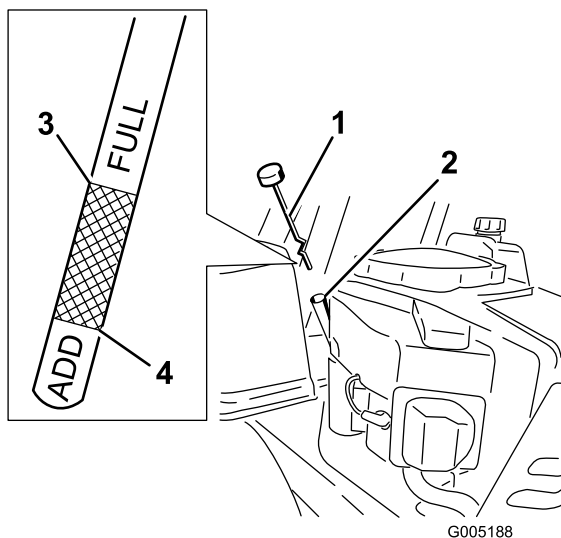

Figura 30
4. Tirate e rimuovete il tappo dell'olio/l'asta di livello; rimuovete l'olio. Reinserite l'asta di livello e premete con forza in sede (Figura 30).
- Estraete l'asta e controllate il livello dell'olio. (Figura 30).
- Togliete il tappo/asta del rabbocco dell'olio (Figura 30).
14. Versate lentamente nel tubo di rifornimento (Figura 30) l'80% circa dell'olio indicato.
15. Montate il tappo/asta di rabbocco dell'olio (Figura 30).
16. Controllate il livello dell'olio (Figura 30); vedere Controllo del livello dell'olio.
18. Montate il tappo/asta di rabbocco dell'olio e serrarli stretti (Figura 30).